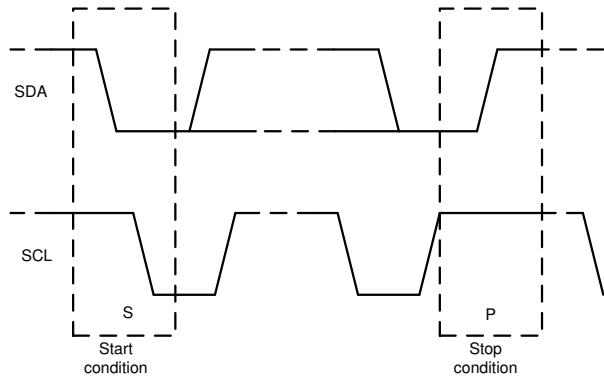

图 7-16. 启动和停止条件
1. 控制器通过产生启动条件来启动数据传输。启动条件是当 SCL 为高电平时在 SDA 线上发生从高到低的转换，如图 7-16 所示。所有与 I2C 兼容的器件都会识别启动条件。
4. 为了用信号指示数据传输结束，控制器通过在 SCL 线处于高电平期间将 SDA 线从高电平拉低来产生停止条件，如图 7-16 所示。此操作将释放总线并停止与寻址的目标器件之间的通信链路。所有与 I2C 兼容的器件都会识别停止条件。在收到停止条件后，将释放总线，然后所有目标器件等待启动条件，接着是匹配的地址。